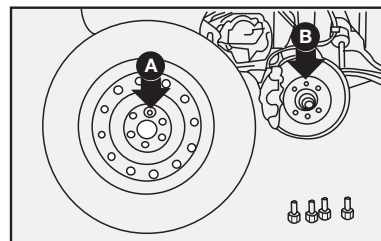

fig. 16
6) Monte la rueda de repuesto, de manera que los tornillos **B** coincidan con los orificios **A**-fig. 16.